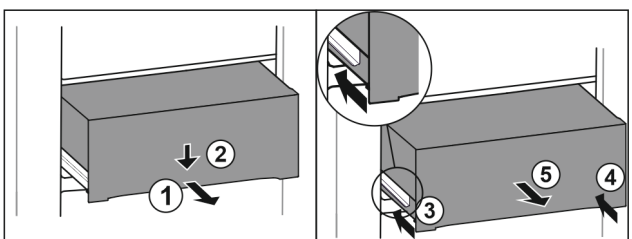

Fig. 216
- Tirer le tiroir jusqu'à mi-chemin. Fig. 216 (1)
- Appuyer sur l'avant du tiroir vers le bas. Fig. 216 (2)
- Insérer le rail gauche d'env. 2 cm. Fig. 216 (3)
- Insérer le rail droit d'env. 2 cm. Fig. 216 (4)
- Retirer le tiroir par l'avant. Fig. 216 (5)